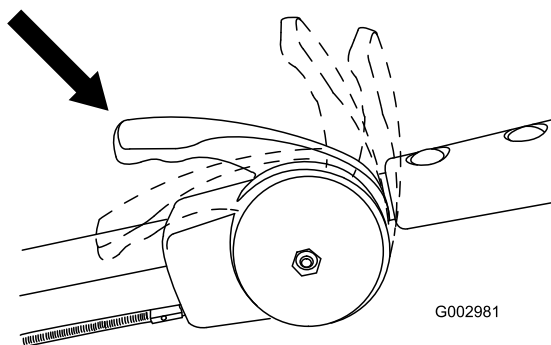

Figure 23
5. Lorsque le moteur a démarré, amenez progressivement la manette d'accélérateur en position de haut régime (Figure 23).